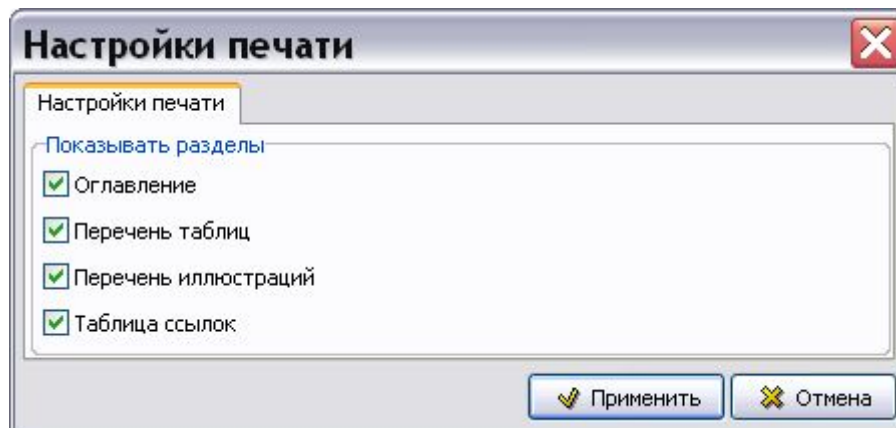

Рис. 5.55
2. Выберите пункт меню **Настройки печати...**, после этого откроется одноименное окно (Рис. 5.55).